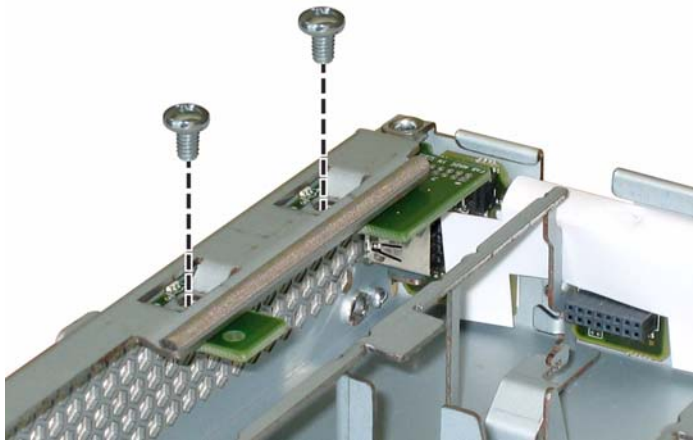

图 3-25 旋下前面板指示灯板螺丝
a. 旋下将前面板指示灯板固定到机箱的两颗螺丝。请参见图 3-25。